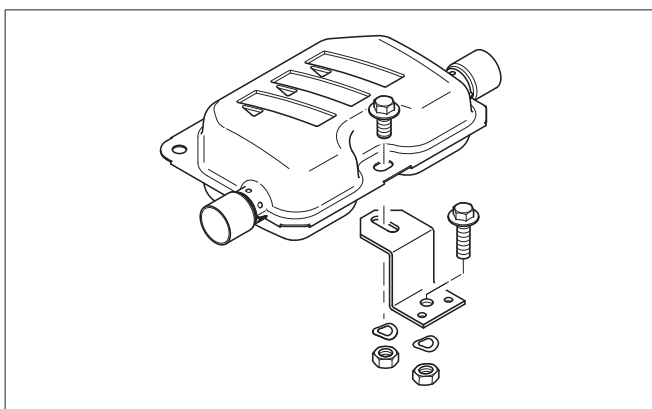

Figure 17
- Fixer le silencieux d'échappement avec le support en un emplacement adéquat au véhicule, voir Figure 17.